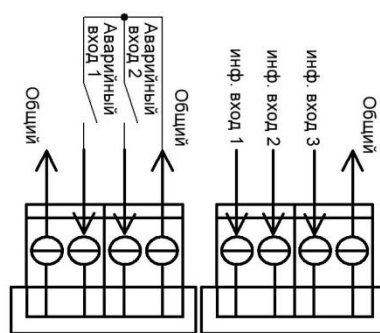

Рисунок 9
- 3) Схемы с контактами для подключения 5 входов приведены на рис. 9.